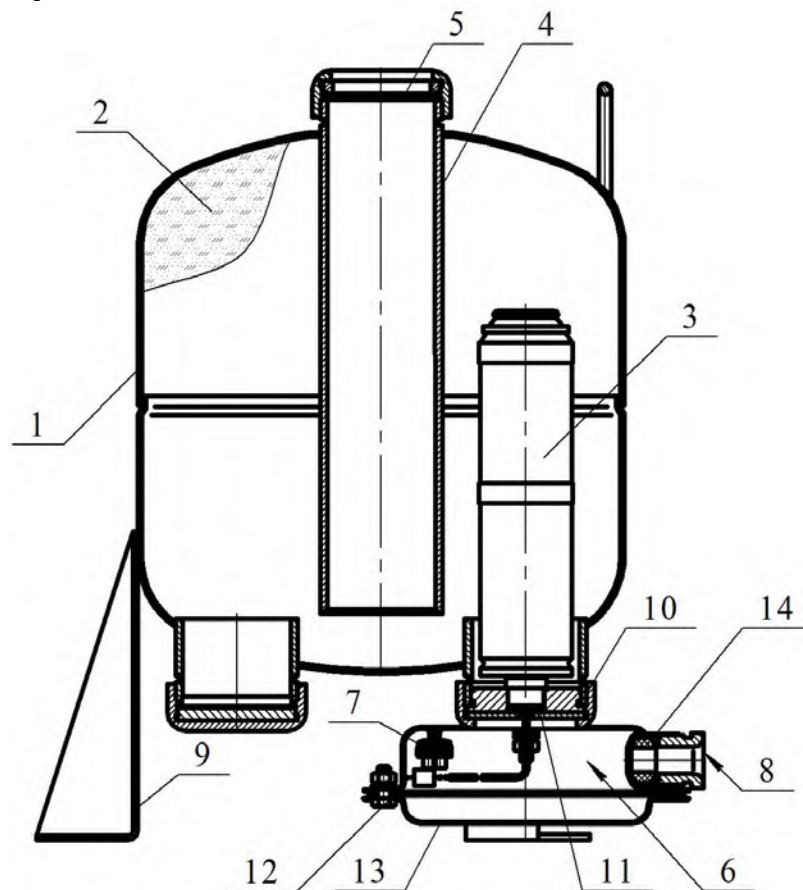

Рисунок 1
МПП (см. рисунок 1) состоит из корпуса **1**, в котором размещаются огнетушащий порошок (ОП) **2** и источник холодного газа (ИХГ) **3**. В верхней части корпуса находится насадок-распылитель **4**, который также выполняет функцию сифонной трубки при выпуске ОП из корпуса. Выходное отверстие насадка-распылителя перекрыто мембраной **5**. Соединительные провода элемента электропускового ИХГ выведены в коробку **6** через герметизированный узел в корпусе МПП, обеспечивающий требуемую (не ниже IP67) степень защиты от внешних воздействий. Наружные концы проводов элемента электропускового скручены и опломбированы. Присоединение их к зажиму контактному винтовому **7**, установленному в коробке **6**, производится при монтаже. Электрические зазоры и пути утечки между неизолированными токоведущими частями (контактных зажимов и проводников) составляют 3 мм. Монтажный кабель через кабельный ввод **8** входит в коробку **6** и подключает-
2.1.3 Через резиновую прокладку **12** (см. рисунок 1) на корпус МПП установить крышку **13** и закрепить соединение гайками.